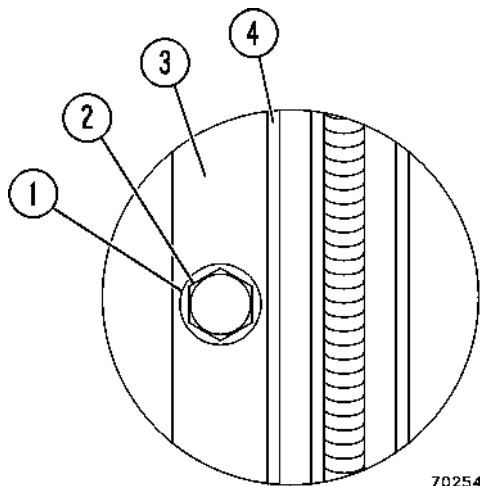

FIGURA 2-3 AJUSTE DEL PERNO DE MONTANTE DE PUERTA
1. Marque la ubicación de la golilla (1, Figura 2-3) del perno montante de puerta con un marcador o lápiz marcando el borde exterior de la golilla en el montante
2. Suelte el perno del montante de puerta (2) y muévalo hacia dentro 1.5 mm (1/16 pulgadas) y vuelva a apretar el perno.
3. Coloque un pedazo de papel entre el punto donde el sello de la puerta (4) hará contacto con el revestimiento de la cabina y cierre firmemente la puerta.